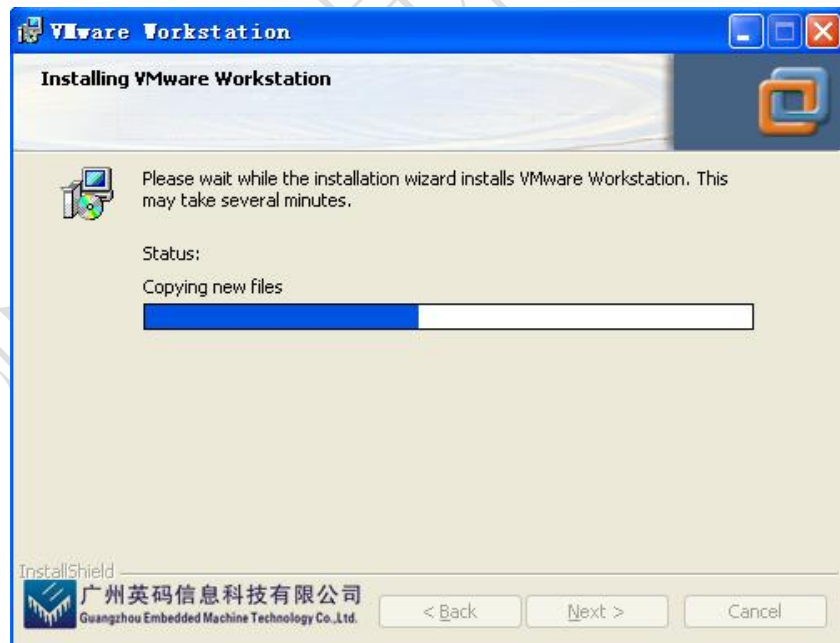

图 4.6
4. 单击 install 后，安装开始启动如图 4.6 所示